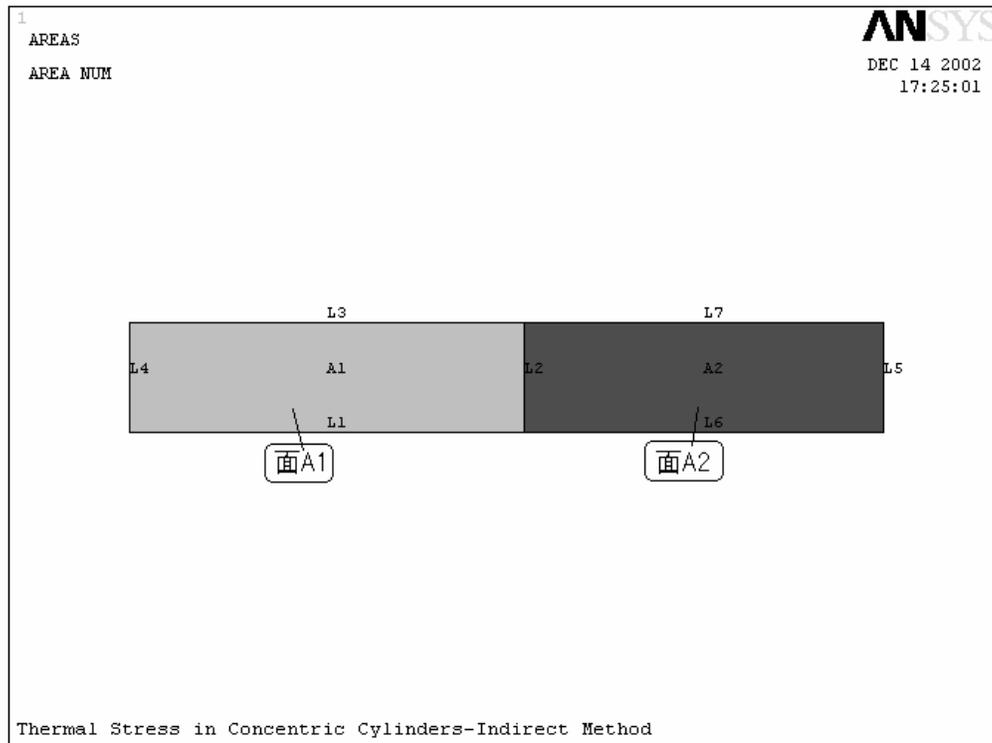

图 12.15 模型元素的序号
6. 显示线、面的序号。选取菜单路径 Utility Menu | PlotCtrls | Numbering, 将弹出 Plot Numbering Controls (序号显示控制) 对话框, 在对话框中单击 LINE (线) 和 AREA (面) 的复选框, 将其设置为 “On”, 然后单击  按钮关闭对话框。选取菜单路径 Utility Menu | Plot | Replot, ANSYS 程序将对所建的模型进行重新显示, 并显示线、面的序号, 如图 12.15 所示。